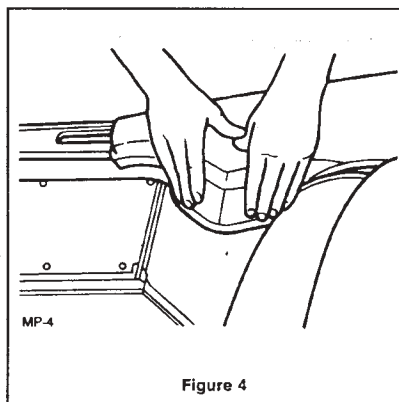

Figure 4
6. Poussez les rabats vers le bas (Figure 4) pour les engager dans les crochets placés sur la partie inférieure de la moulure.
4. Poussez la languette en plastique vers l'avant et soulevez-la pour la dégager de la gorge à l'arrière du siège (Figure 4).